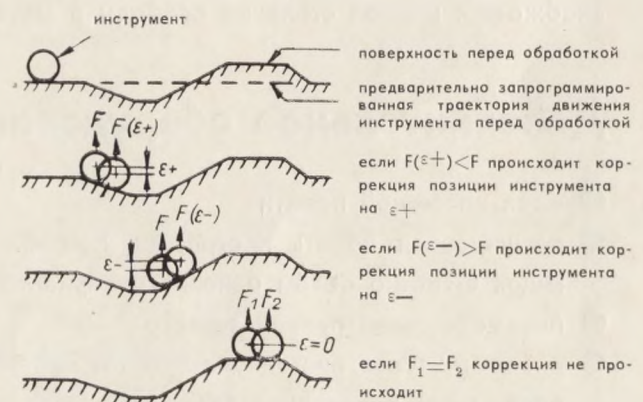

Рис. 4. Контурование
- функция контурирования, которая позволяет согласовать траекторию движения робота с формой обрабатываемого предмета (рис. 4)